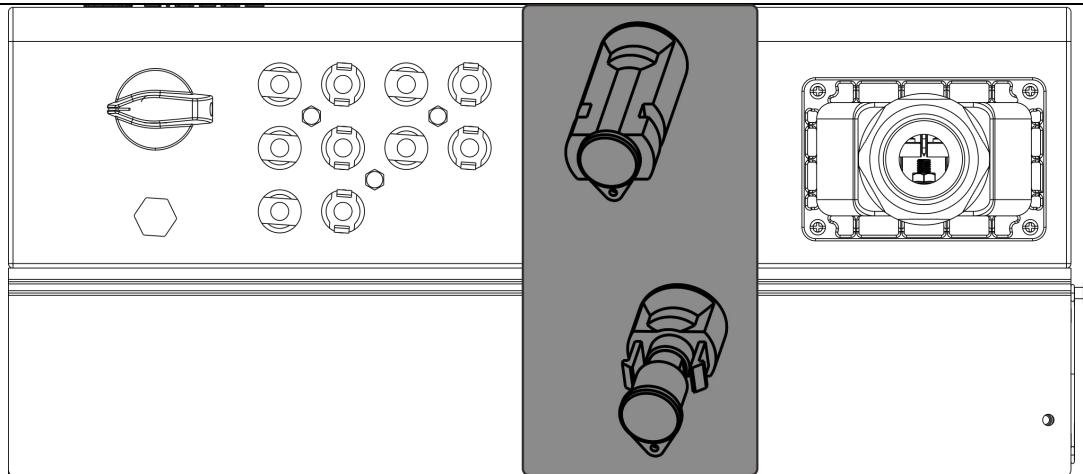

图 3-3 直流侧输入端子
- (1) 制作交流线缆, 按图 3-3 步骤①所示剥线;
- (2) 交流线缆依次穿入交流连接器;
- (3) 使用六角扳手固定交流线缆, 推荐力矩 1.5N.m;
- (4) 对插交流连接器, 并下拉卡扣锁紧 (如步骤④所示)。
SN17PT-C 逆变器支路侧共计有 3 路 PV 输入，在出货时，每一路端子上都带有防尘塞（如图 3-3 所示），以确保逆变器可达到 IP66 的防护等级。